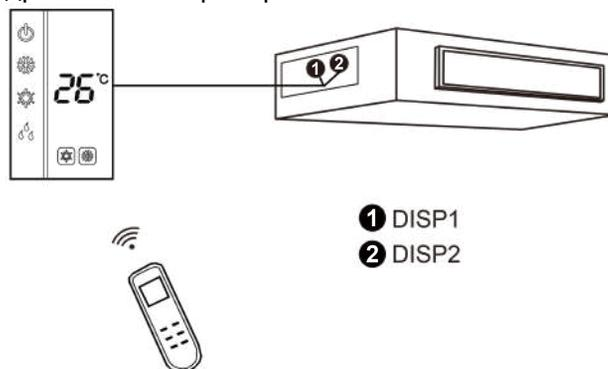

Рис.5.4.2
- 2) На рис.5.4.2 показано встановлення пульта дистанційного керування.